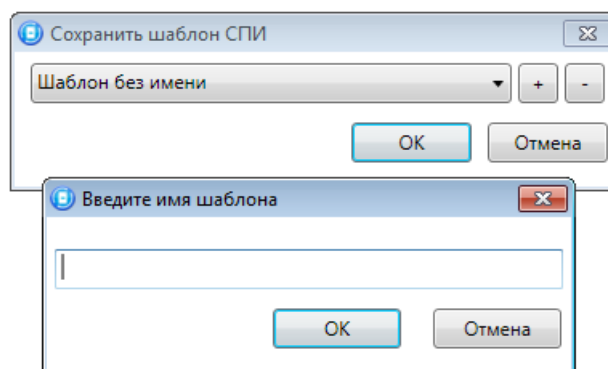

Рис. 6.3. Сохранение шаблона
- *Сохранить шаблон настроек*: открытие окна *Сохранить шаблон СПИ* (Рис. 6.3), с помощью которого можно сохранить конфигурацию СПИ контроллера в качестве шаблона.